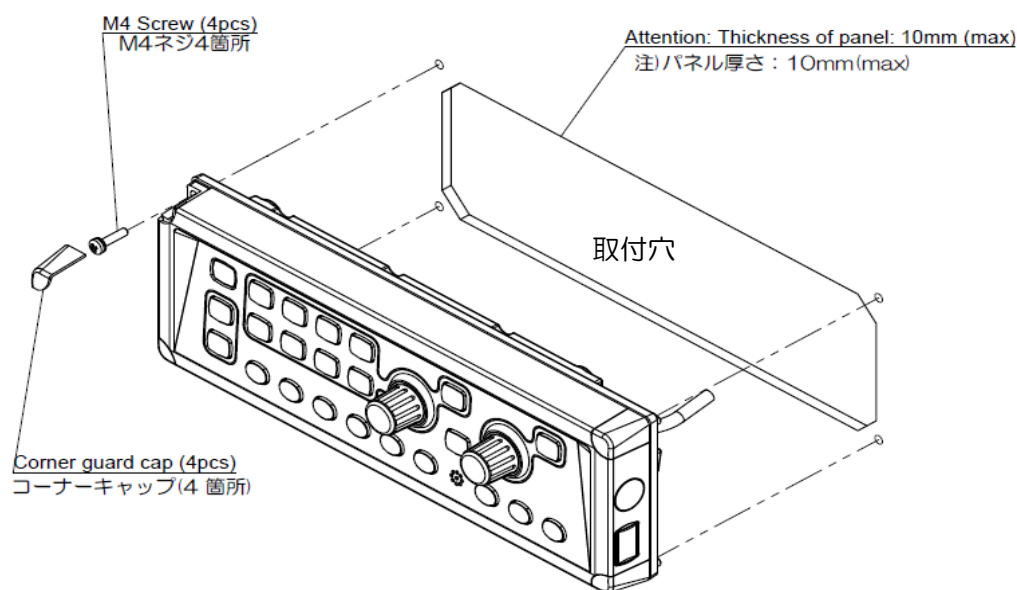
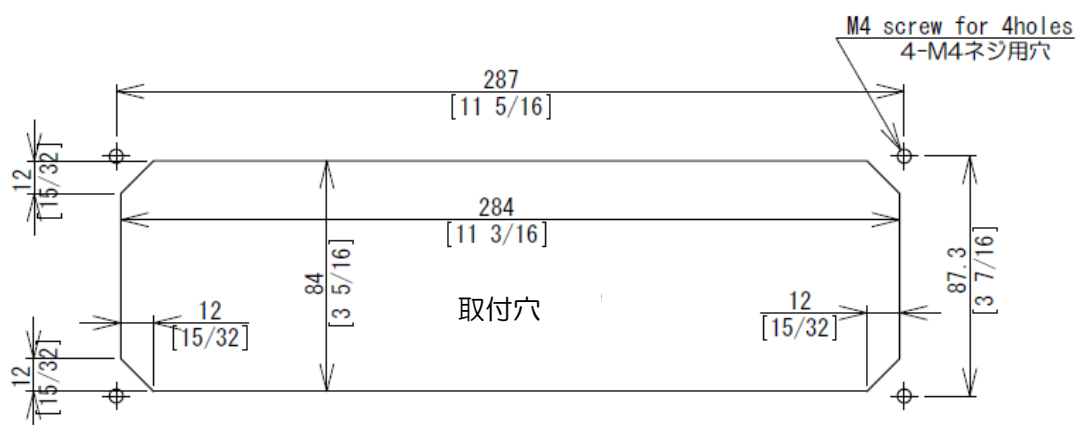

図 1.5 操作部のフラッシュマウント取付図
図 1.6 操作部のフラッシュマウント取付穴加工図
- (1) 設置場所に取り付穴をあけます。(図 1.6 参照)
- (2) 操作部枠の四隅にあるプラスチック製のコーナーキャップを外します。(上に引き抜くと簡単に外れます)
- (3) 操作部と取付穴が合うか、ハメ合わせを確認します。不具合があれば取付穴を修正します。
- (4) 操作部と接続ケーブルを開口穴に入れ、操作部を取り付け面と平衡になるようにします。(図 1.5)
- (5) 操作部を設置する場所（取付穴）にはめ込み、4mm のタッピングネジ（または M4 なべ小ネジ）4 本で固定します。（4mm ネジは取り付け部の厚さに応じたネジを手配してください。）
- (6) (2) 項で外したコーナーキャップを差し込みます。